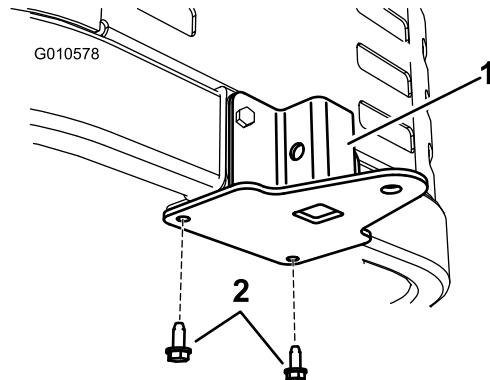

Figura 11
- Sujete el soporte a la parte inferior del bastidor de la máquina desde abajo usando tornillos autorroscantes (5/16 x 3/4 pulgada), según se muestra en Figura 11.